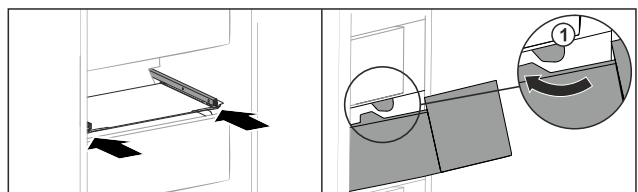

Fig. 206
- ▶ Schubfach um die Stopper Fig. 206 (1) herumführen.